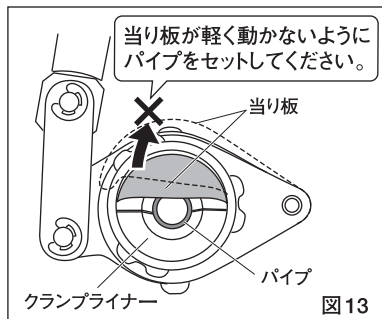

図13
- ・指で軽く当り板を持ち上げ、当り板が軽く動かなら隙間がありますので再度パイプをセットし直してください。(図13)